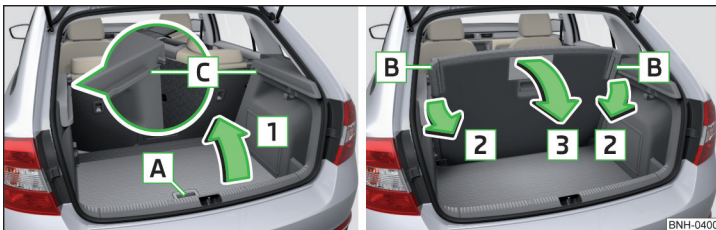

Abb. 104 Parkstellung einstellen / Von der Parkstellung aus herunterklappen
- Den variablen Ladeboden am Griff **A** » Abb. 104 fassen.
- Auf die klappbaren Ecken **B** » Abb. 104 auf den beiden Seiten des variablen Ladebodens in Pfeilrichtung **2** drücken und diese von den Positionen **C** lösen.